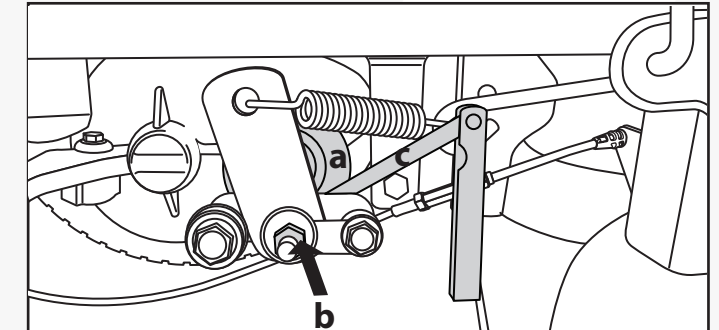

Fig. 35
- Mientras se balancea el rotor del freno (a) hacia adelante y hacia atrás, apriete lentamente la tuerca (b) hasta que no sea posible mover el rotor del freno. (Fig. 35)